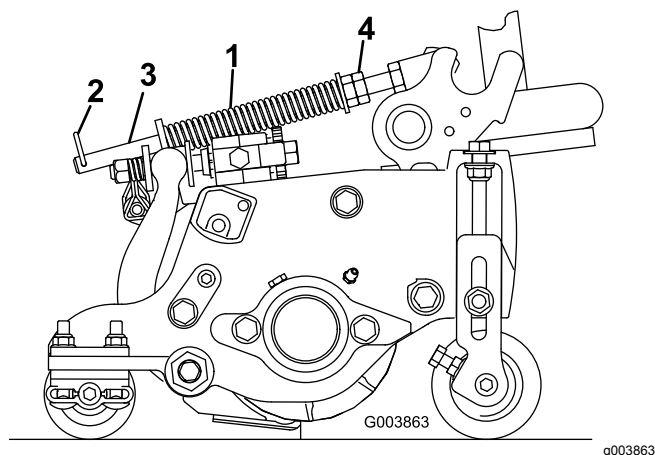

Bild 14
Die Rasenkompensierungsfeder verlagert das Gewicht von der Front- zur Heckrolle (Bild 14). Dies reduziert ein Bobbing genanntes Wellenmuster auf der Grünfläche.
1. Stellen Sie sicher, dass der Splint in das hintere Loch in der Federstange eingesetzt ist (Bild 14).
2. Ziehen Sie die Sechskantmutter vorne an der Federstange an, bis die zusammengedrückte Länge der Feder an 12,7-cm-Schneideinheiten 12,7 cm oder an 17,8-cm-Schneideinheiten 15,9 cm beträgt (Bild 14).